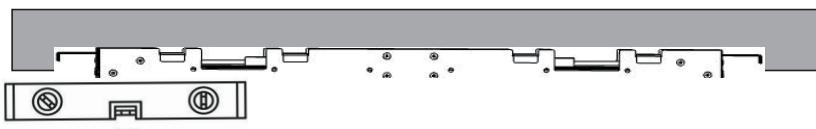

FIG.4
- SV** En korrekt placering av stödramen förutser vattenutgångar i centralt läge och inriktning av ramens nedre kant med takets yttre yta. Innan du fäster ramen ska du försäkra dig om att denna är korrekt inrikad med taket (Fig.4). Försäkra eventuella utrymmen mellan ramen och taket. (Fig.5). Försäkra dig om att tömma och rengöra vattensystemet innan du ansluter duschkuvudet (Fig.5).
固定框架前，请确保框架已经正确同顶板对齐（图4）。